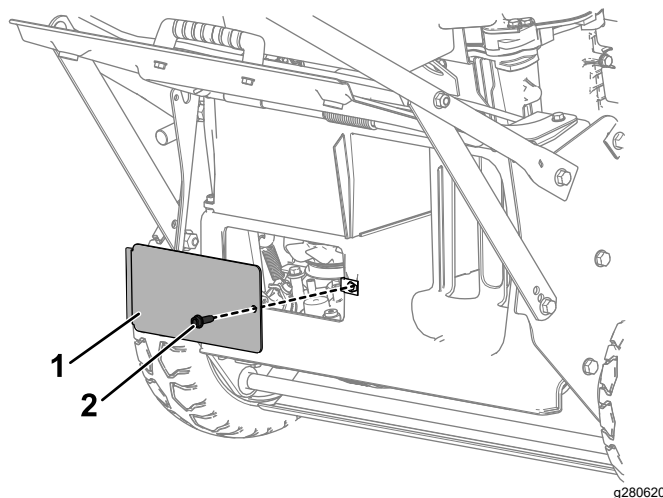

Figure 36
6. Déposez la plaque qui ferme l'ouverture arrière, située sous le déflecteur d'éjection arrière, en retirant le boulon qui la maintient en place (Figure 36).